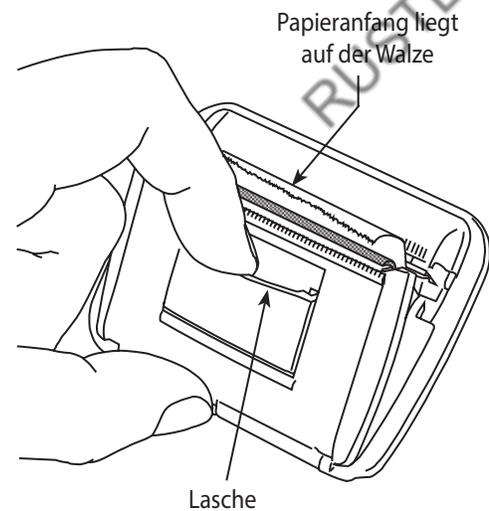

Abbildung 15
1. Nehmen Sie die Abdeckung des Druckers ab, indem Sie die Lasche herausziehen (siehe Abbildung 15).
8. Setzen Sie den Drucker in die Aussparung des Bedienfelds ein. Drücken Sie auf die Frontseite des Druckers, bis er bündig mit dem Bedienfeld abschließt; das Papier muss oben aus dem Drucker auslaufen (siehe Bild 15).